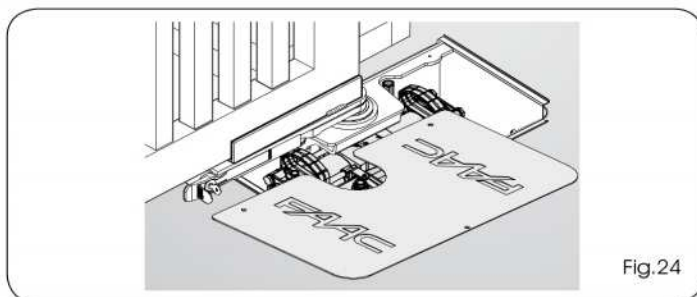

Fig.24
- 3) Fije la tapa de la caja portante con los tornillos suministrados en dotación (Fig.24;25).